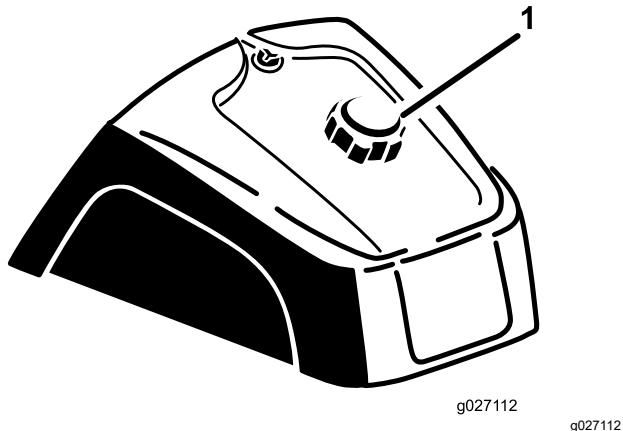

Рисунок 15
1. Очистите поверхность вокруг крышки топливного бака (Рисунок 15).